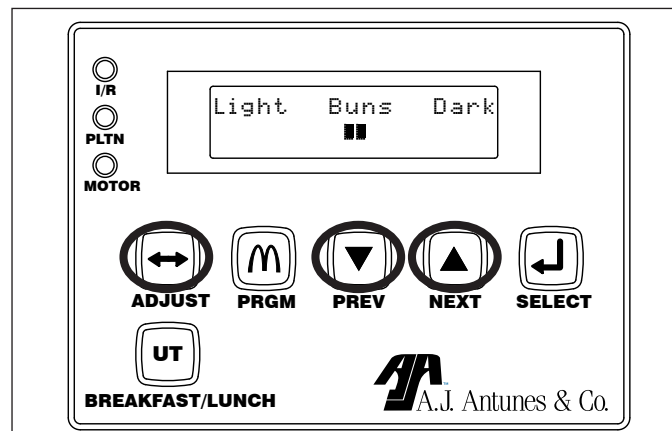

Figura 7. Ajustar la calidad de tostado
16. Una vez fuera del modo Programa, presione el botón **ADJUST** [ajustar] (Figura 7).
17. Use los botones **PREV** y **NEXT** [siguiente] para llevar el indicador de calidad de tostado al centro del rango (Figura 7).
**NOTA: Se iluminarán dos barras cuando el ajuste esté en el centro (Figura 7).**